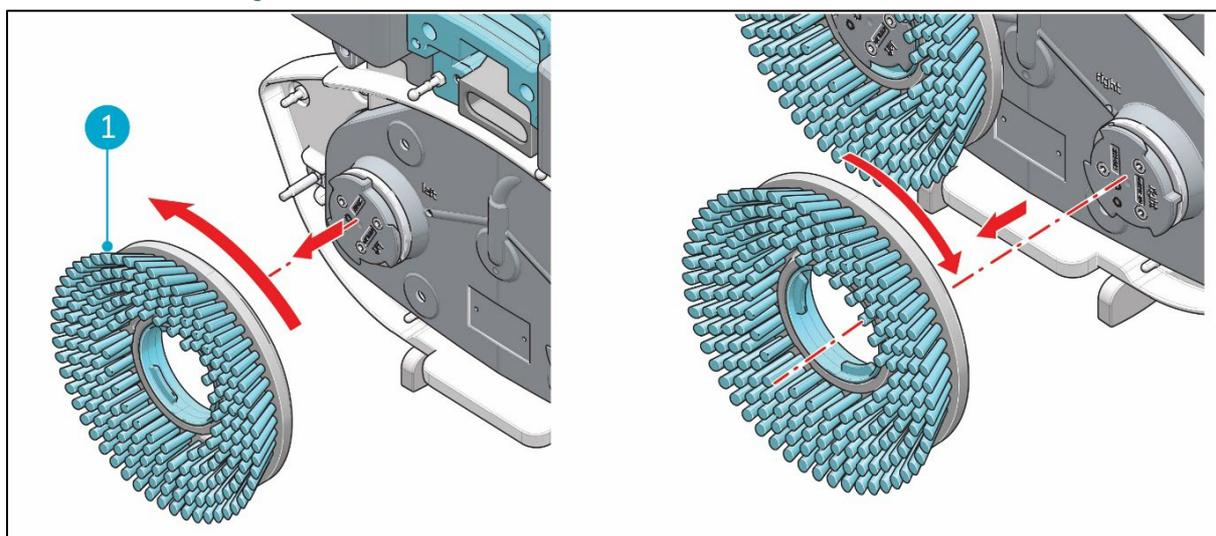

Figura 25
3. Utilizar a outra mão para rodar a escova esquerda (Figura 25, pos 1) no sentido contrário ao dos ponteiros do relógio até sentir resistência ou ver o disco do motor a rodar também.